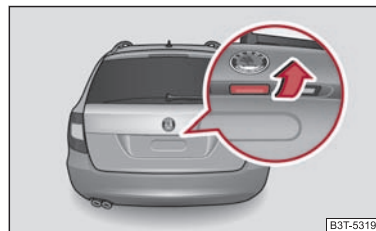

Fig. 32 Clapeta capotei portbagajului
- Apăsați asupra profilului de prindere ⇒ pagina 44, fig. 32 și ridicați simultan capota portbagajului.